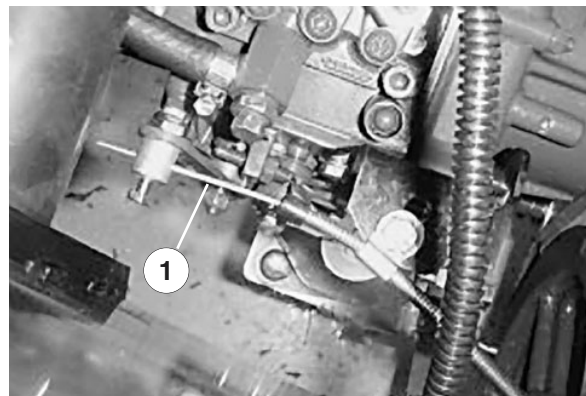

Figure 36
1. Réglez le câble d'accélérateur (Fig. 36) de sorte que le levier du régulateur sur le moteur touche les vis de réglage de ralenti et de régime maximum avant que la manette d'accélérateur touche la fente dans le tableau de bord.